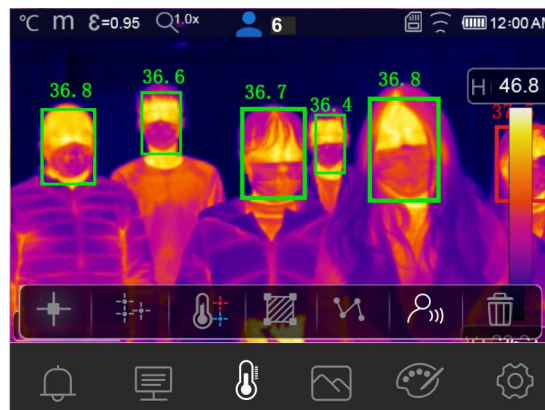

Fig. 33: Mode Visage sur plusieurs personnes
7. Le mode Visage permet d'évaluer la température du visage de plusieurs personnes (**jusqu'à 10 personnes**) simultanément (voir Fig. 33). Le compteur «  » en haut de l'écran indique le nombre de relevés statistiquement valables